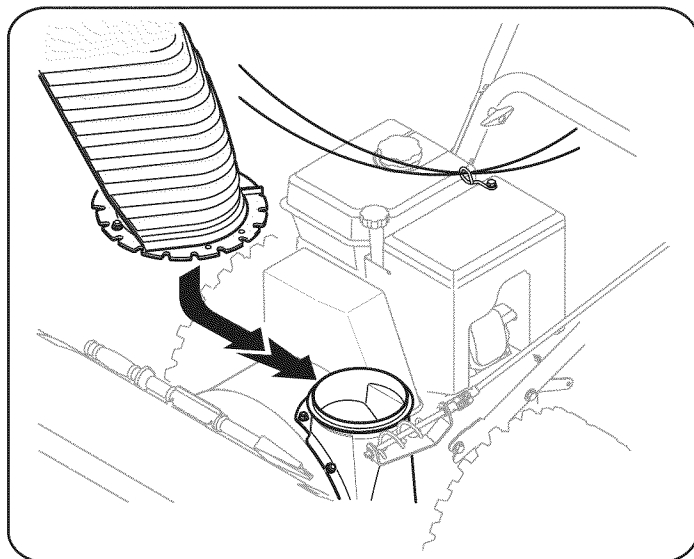

Figure 6
4. Controle que todos los cables del canal estén adecuadamente colocados a través de la guía de cables acoplada al montaje de la manija inferior. Vea la Fig. 6.